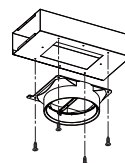

Bild.14
- Fixera utloppet på T-sharpen, se Bild 14.